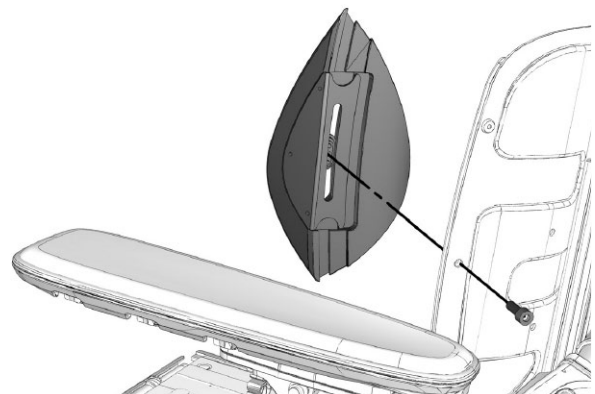

Bild 1. Demontering av standard bålstöd.
2. Demontera det befintliga bålstödet, spara skruven och mutterstycket för montering av det nya bålstödet, se bild 1. Man kan inte ha de två olika bålstöden monterade samtidigt.